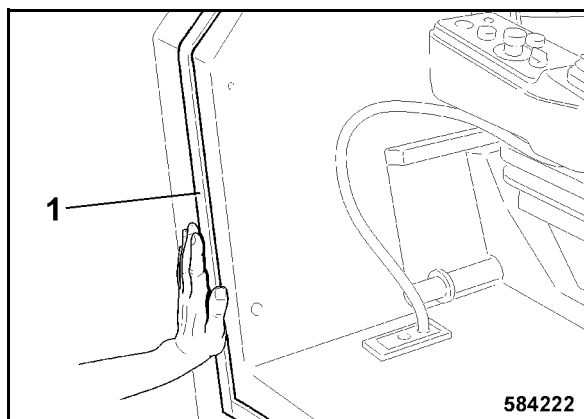

Fig. 196
- Pegar el perfil de obturación 1 (Fig. 196) sobre el borde del puesto de conductor.